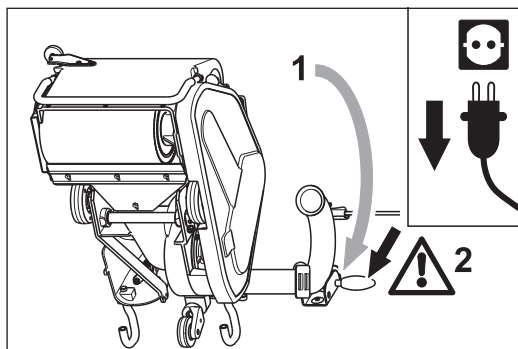

Abb. 43 Die Maschine nach hinten kippen (1) und vorsichtig auf dem Boden ablegen. **Achten Sie auf einen sicheren Stand der Maschine (2)!**
- 3 Kippen Sie die Maschine über die Sturzbügel nach hinten, so dass die Radlagerung zu sehen ist (Abb. 43, 1). Legen Sie die Maschine vorsichtig auf dem Boden ab. **Achten Sie auf einen sicheren Stand der Maschine (Abb. 43, 2)!**
- 6 Kippen Sie die Maschine über die Sturzbügel nach hinten (Abb. 43, 1). Legen Sie die Maschine vorsichtig auf dem Boden ab. **Achten Sie auf einen sicheren Stand der Maschine (Abb. 43, 2)!**